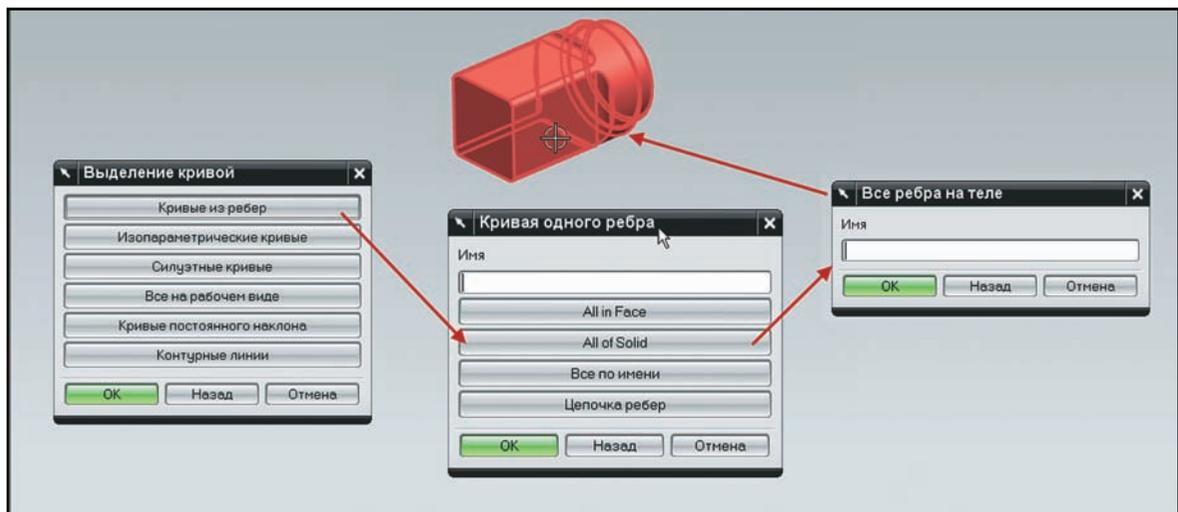

Рисунок 7.5. Выделение геометрии
- С помощью команды главного меню **Вставить > Кривые из тел > Выделение (Insert > Curve From Bodies > Extract)** вызовите диалог команды выделения кривых из тел. В диалоге нажмите кнопку **Кривые из ребер (Edge Curves)** и в следующем диалоге нажмите кнопку **Все в теле (All of Solids)**. После этого укажите твердое тело и нажмите **OK** два раза и закройте диалог (рис. 7.5).